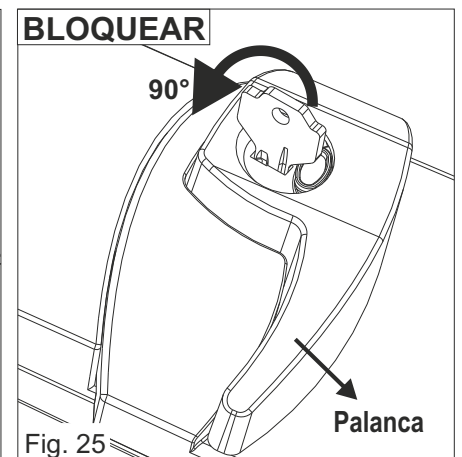

Fig. 25
- 2) Rotar la llave de 90° en sentido antihorario (Fig. 25)